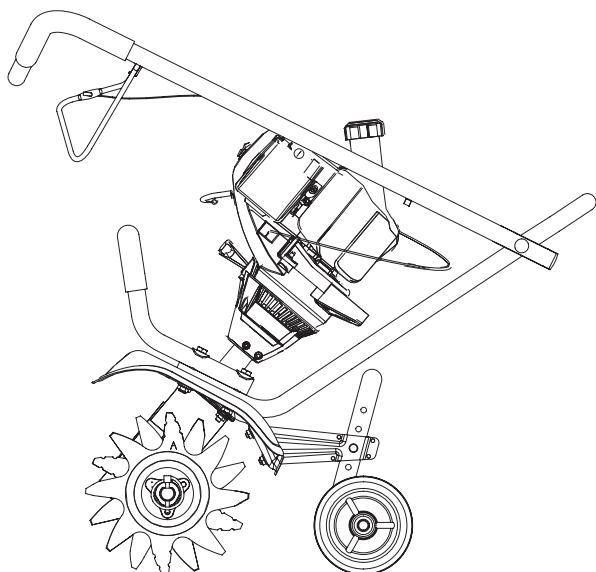

Fig. 1
- Afloje las dos perillas del lado interior del manubrio (Fig. 1).
- Con la unidad en posición vertical, gire el manubrio hacia arriba hasta la posición de operación (Fig. 1).